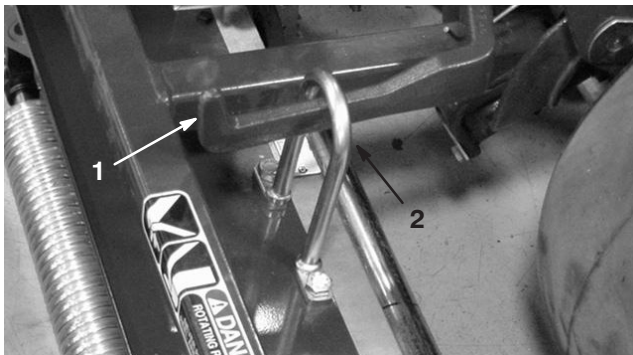

Figure 11
3. Poussez le plateau de coupe sous le bâti de traction en accrochant le crochet de relevage au bras de relevage (Fig. 11).